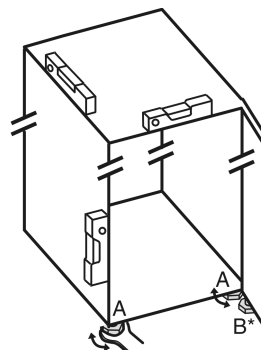

Fig. 24
- ▶ Seřizovací nožky Fig. 24 (A) vyšroubujte pomocí přiloženého vidlicového klíče a pomocí vodováhy, dokud nebude spotřebič pevně vyrovnaný.
► Seřizovací nožku Fig. 24 (B) na stojanu ložiska vytáchejte pomocí přiloženého vidlicového klíče, až dosedne na zem.
► Seřizovací nožku Fig. 24 (B) otáčejte dál o 90°.